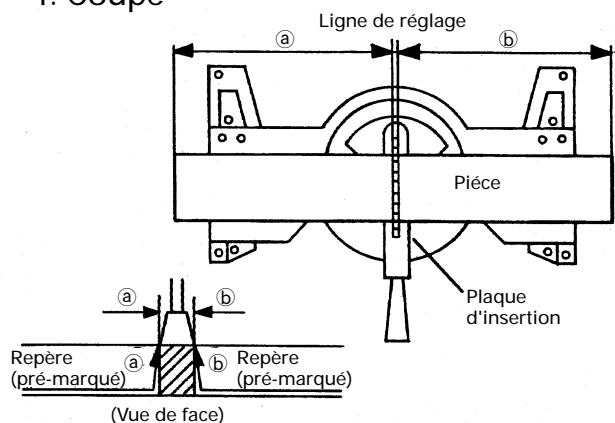

Fig. 21
- (1) Comme indiqué à la Fig. 21, la largeur de la lame est la largeur de coupe. En conséquence, glisser la pièce vers la droite (vue de la position de l'opérateur) pour obtenir la longueur (b), et sur la gauche pour obtenir la longueur (a).
- (2) Quand la lame a atteint sa vitesse maximale, abaisser doucement la poignée jusqu'à ce que la lame approche de la pièce.
- (3) Quand la lame touche la pièce, appuyer progressivement sur la poignée pour couper la pièce.
- (4) Quand la pièce est coupée à la longueur voulue, mettre l'outil électrique hors tension et attendre que la lame soit complètement arrêtée avant de relever la poignée en position complètement rentrée.